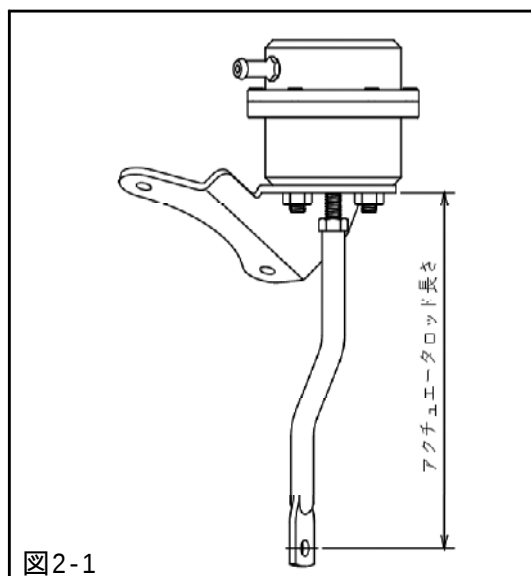

図2-1
アクチュエータロッド長(図2-1)が短くなるようにターンバックルを回転させると過給圧が上がる
アクチュエータロッド長(図2-1)が長くなるようにターンバックルを回転させると過給圧が下がる
- ・スプリングを交換した場合、「スイングバルブ開き始めの圧力」と「アクチュエータロッド長さ」の関係が変わります。スイングバルブ開き始めの圧力を確認しながら過給圧の調整を行なってください。(図2-1)
- (2) アクチュエータロッドを引っ張らずにターボチャージャAssyに取付けられる長さにターンバックル(ロッドアクチュエータ, ロッドエンド)を調整してください。
- (3) (2)であわせた長さからネジ1回分短くなる方へ、アクチュエータロッドを回転させてください。